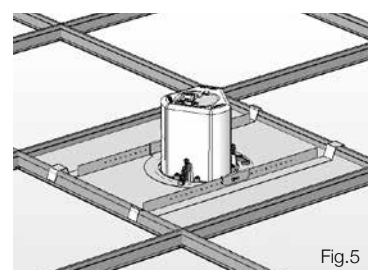

Fig.5
5. Remplacez la dalle dans le plafond suspendu. Les rails montés sur la dalle se fixent sur le cadre de la dalle, supportant le poids de l'enceinte (Fig.5).